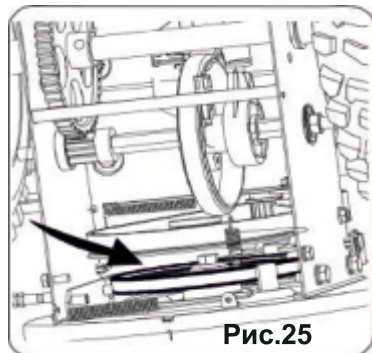

Рис.25
4. Снимите ремень со шнекового шкива и вставьте ремень между опорным кронштейном и шнековым шкивом. Соберите шнековый ремень, следуя инструкциям в обратном порядке (Рис.25).